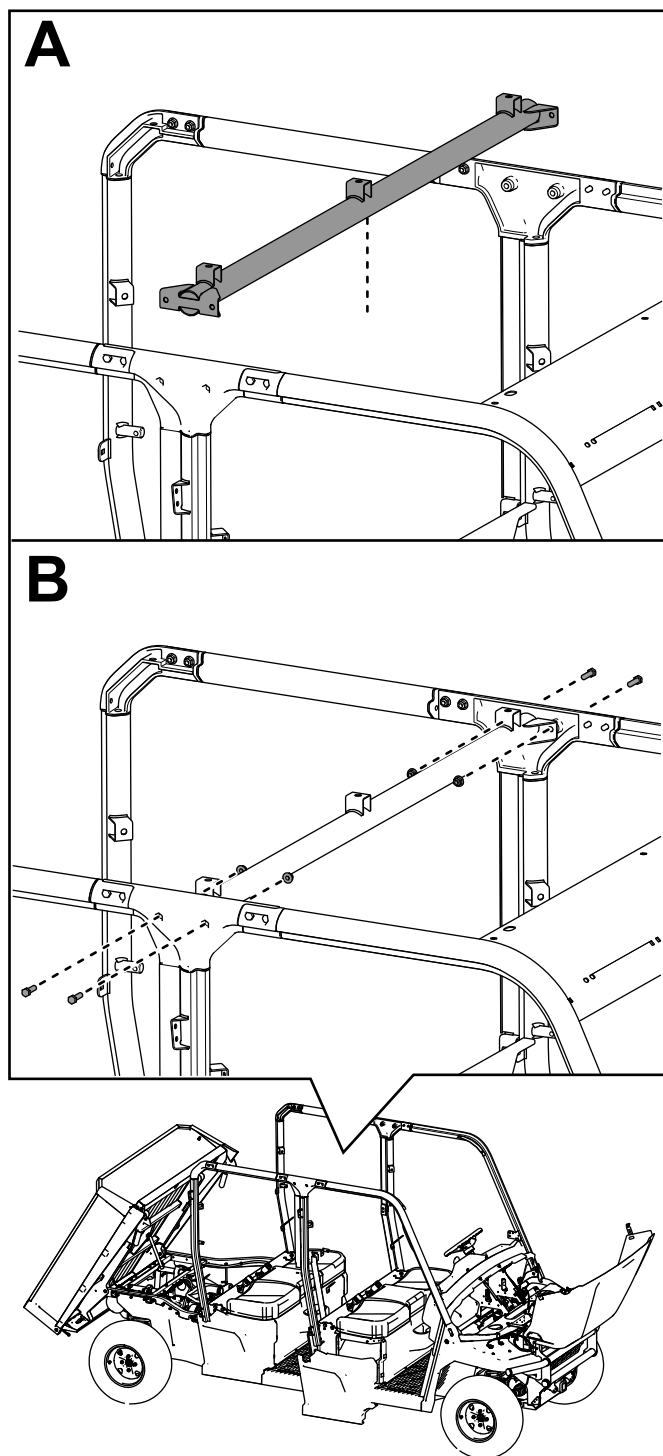

Bild 49
16. Befestigen Sie die mittlere Querverbindung mit vier Sechskantschrauben ($\frac{3}{8}$ " x $1\frac{1}{4}$ ") und vier Sicherungsmuttern ($\frac{3}{8}$ ") an den mittleren Überrollbügelbaugruppen, wie in **Bild 49** dargestellt.